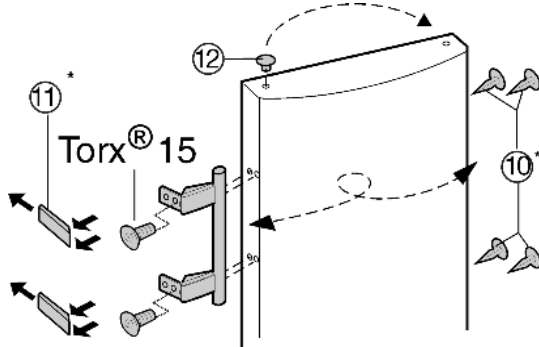

Fig. 8
- ▶ Irrota tulpat *Fig. 8 (12)* oven saranaholkeista ja vaihda vastakkaiselle puolelle.
- ▶ Ovenkahva, tulpat *Fig. 8 (10)* ja aluslevyt *Fig. 8 (11)* irrota- taan ja vaihdetaan toiselle puolelle.